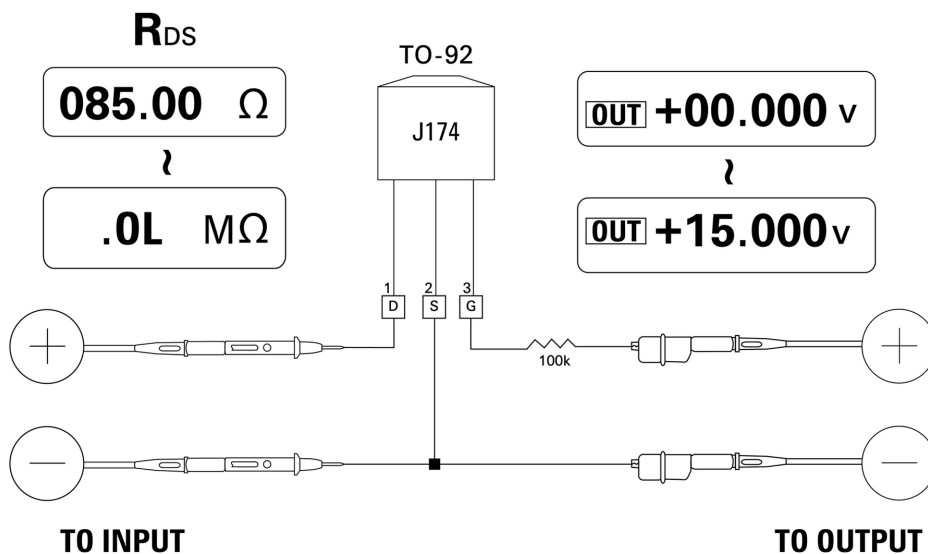

图 5-12 P 沟道 JFET
- 4 逐渐将电压输出从 +00.000 V 降低到 +15.000 V。相应地， R_{DS} 值会增加（第 107 页上的图 5-12）。